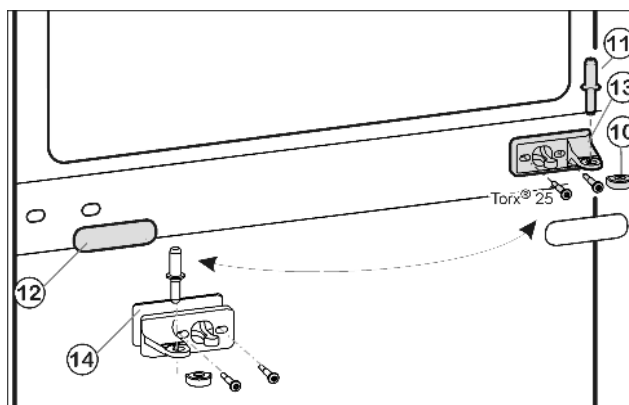
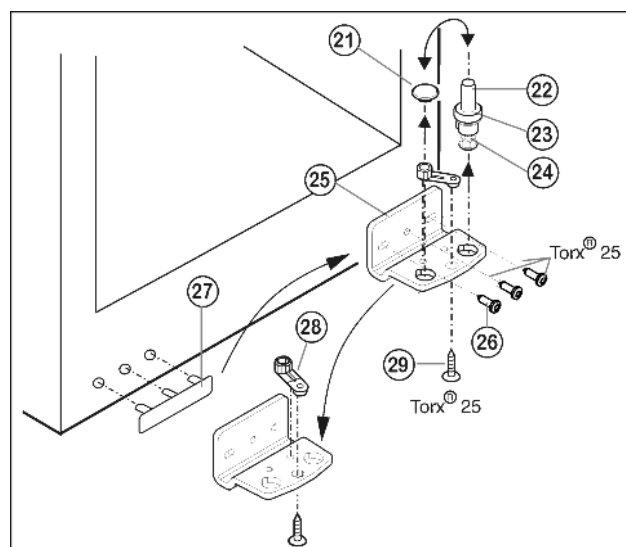

Fig. 7
Fig. 8
- ▶ Prostřední ložiskový čep Fig. 7 (11) vytáhněte ze stojanu ložiska a spodních dveří.
- ▶ Plastovou čepičku Fig. 7 (10) stáhněte.
- ▶ Stojan ložiska uprostřed Fig. 7 (13) odšroubujte (2 krát Torx® 25).
- ▶ Krytku Fig. 7 (12) opatrně stáhněte.
- ▶ Prostřední stojan ložiska Fig. 7 (13) s podložkou Fig. 7 (14) přišroubujte otočený o 180° na novou stranu závěsu (s 4 Nm).
- ▶ Krytku Fig. 7 (12) otočenou o 180° zasuňte na nové straně madla.
- ▶ Ložiskový čep Fig. 8 (22) včetně podložky Fig. 8 (23) a seřizovací nožky Fig. 8 (24) vytáhněte nahoru.
- ▶ Zátku Fig. 8 (21) odstraňte.
- ▶ Stojan ložiska Fig. 8 (25) odšroubujte Fig. 8 (26).
- ▶ Ložiskový díl Fig. 8 (28) odšroubujte Fig. 8 (29) a přemístěte jej do protilehlého upínacího otvoru stojanu ložiska, pak ho znovu pevně přišroubujte.
- ▶ Krytku na straně madla Fig. 8 (27) opatrně vytáhněte a přemístěte na druhou stranu.
- ▶ Stojan ložiska Fig. 8 (25) na nové straně závěsu zase přišroubujte příp. pomocí akumulátorového šroubováku (momentem 4 Nm).
- ▶ Zátku Fig. 8 (21) zase vložte do druhé díry.
- ▶ Ložiskový čep Fig. 8 (22) včetně podložky a seřizovací nožky zase nasadte. Přitom dávejte pozor, aby zajišťovací vačka směřovala dozadu.
- ▶ Spodní dveře nasadíte shora na spodní ložiskový čep Fig. 8 (22).
- ▶ Plastovou krytku Fig. 7 (10) nasadíte zase na prostřední stojan ložiska Fig. 7 (13).
- ▶ Prostřední ložiskový čep Fig. 7 (11) vložte přes prostřední pouzdro ložiska Fig. 7 (13) do spodních dveří na nové straně závěsu.
- ▶ Horní dvířka usadíte na prostředním ložiskovém čepu Fig. 7 (11).
- ▶ Dveře případně pomocí obou podélných děr ve spodním stojanu ložiska Fig. 8 (25) a v prostředním stojanu ložiska Fig. 7 (13) vyrovnejte tak, aby lícovaly. Vyšroubujte prostřední šroub na stojanu ložiska dole Fig. 8 (25).